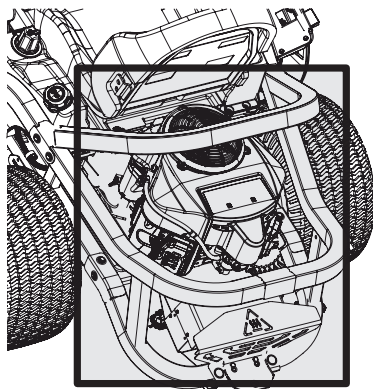

Figure 25
- Nettoyez autour des fusibles, les deux côtés des ailettes de refroidissement des transmissions, le collecteur d'échappement, le câblage électrique et les faisceaux, le tuyau du silencieux, le pare-chaleur du silencieux, les grilles d'entrée d'air du moteur et les ailettes de refroidissement, entre autres (Figure 25).